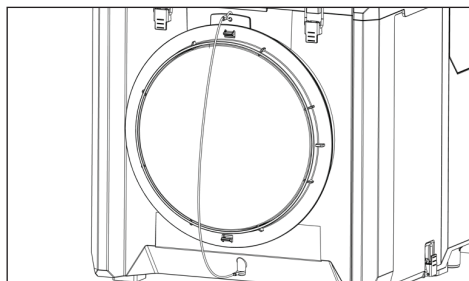

Fig. 7: Tampa da entrada de ar (posição de fecho)
- ▶ Fechar a tampa da entrada de ar (Fig. 7) antes do transporte. Deste modo, evita-se a saída de poeiras do aparelho para o ambiente.